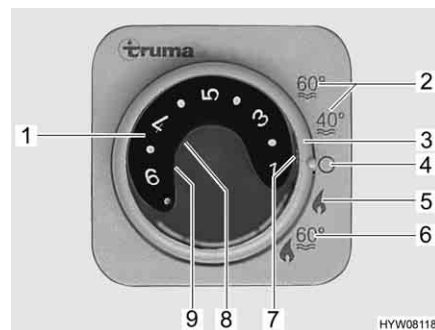

Fig. 185 Unidade de comando para o aquecimento/termoacumulador
- Regule o modo de serviço com o interruptor rotativo (Fig. 185,3).
O aquecimento escolhe automaticamente o nível necessário do queimador de acordo com a temperatura ambiente desejada. Quando é atingida a temperatura ambiente pretendida, o queimador desliga-se. No modo de serviço "Aquecimento e termoacumulador" (Fig. 185,6) também é aquecida a água dentro do termoacumulador. O aquecimento pode ser posto a funcionar no modo de serviço "Aquecimento sem termoacumulador" (Fig. 185,5) com o termoacumulador vazio.
- Regule o botão rotativo da temperatura (Fig. 185,1) na unidade de comando para o nível de aquecimento pretendido.
- Coloque o interruptor rotativo (Fig. 185,3) em funcionamento de inverno "Aquecimento sem termoacumulador" (Fig. 185,5) ou em funcionamento de inverno "Aquecimento e termoacumulador" (Fig. 185,6).
A luz piloto verde (Fig. 185,7) acende-se.
- Coloque o interruptor rotativo (Fig. 185,3) em "O" (Fig. 185,4).
A combinação do funcionamento a gás e do funcionamento elétrico com 230 V reduz o tempo de aquecimento do veículo (só possível, quando o aquecimento está regulado na unidade de comando (Fig. 185) para o funcionamento de inverno).